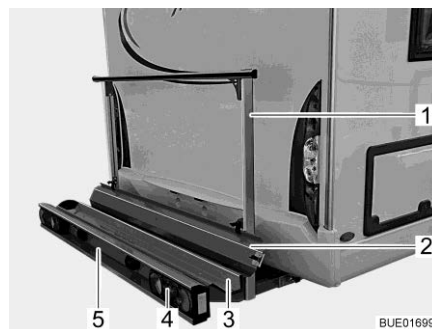
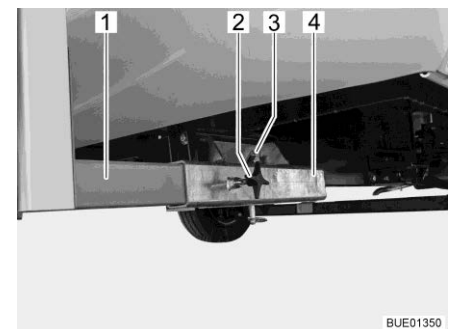

Fig. 6 Porte-charge
Fig. 7 Fixation sur le véhicule
Le porte-charge (Fig. 6) permet de transporter une moto ou un scooter d'un poids allant jusqu'à 130 kg.
- Réceptacle (Fig. 6,3) et étrier de fixation (Fig. 6,1) avec fixation sur le véhicule (Fig. 7)
- Feux arrières (Fig. 6,4)
- Éclairage plaque minéralogique (Fig. 6,5)
- Rail d'accès (Fig. 6,2)
- Fixation sur le véhicule** Les deux longerons (Fig. 7,1) du porte-charges sont fixés avec des vis à garet (Fig. 7,2) sur les réceptions quatre pans (Fig. 7,4) situées sur le plancher du véhicule. Le porte-charges est bloqué par un boulon (Fig. 7,3) avec circlip.